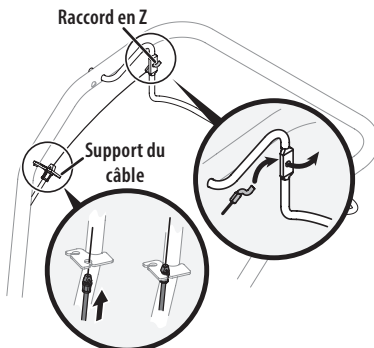

Figure 6
- Faites passer le câble d'embrayage de la marche avant doté du raccord noir dans le trou inférieur du support de câble et poussez le raccord dans le trou du support jusqu'à ce que la rainure du raccord s'emboîte facilement. Voir la Figure 6.
3. Enfoncez le raccord en « Z », de l'intérieur vers l'extérieur, dans le trou de la commande d'embrayage de la marche avant. Voir la Figure 6 à la page 38.